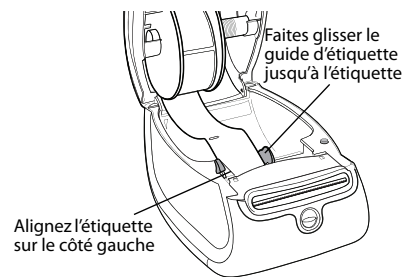

Figure 4
- Les étiquettes sont chargées de manière à ce que le côté gauche de ces dernières et celui de la fente d'alimentation soient alignés. Voir Figure 4.
- 7 Alignez le côté gauche de l'étiquette sur celui de la fente d'alimentation, puis insérez l'étiquette dans la fente. Voir Figure 4.
8 (450, 450 Turbo, Duo et Twin Turbo seulement) Faites glisser le guide vers la gauche jusqu'à ce que celui-ci et le côté droit de l'étiquette soient alignés. Voir Figure 4.